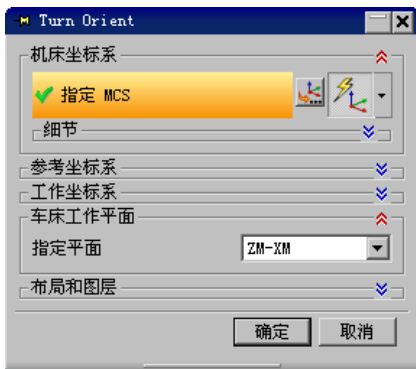

图 7.4.2 “Turn Orient”对话框
Step1. 在操作导航器中调整到几何视图状态，双击节点  MCS_SPINDLE，系统弹出“Turn Orient”对话框，如图 7.4.2 所示。